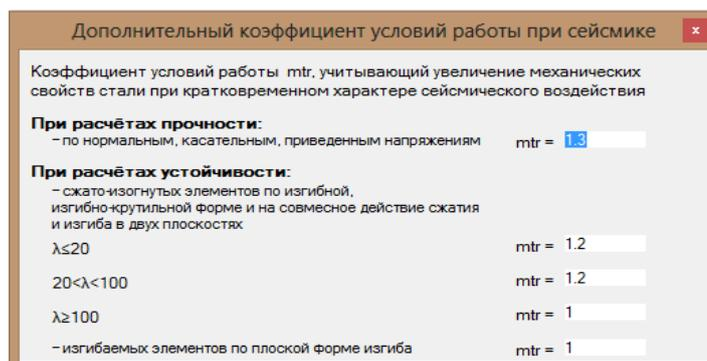

Рисунок 2.322 Дополнительный коэффициент условий работы при сейсмике
- **Доп. коэф. При сейсмике** (кнопка **Доп. коэф. при сейсмике** в редакторе параметров конструирования). После нажатия на кнопку выведется диалоговое окно (рисунок 2.322), в котором пользователю будет предоставлена возможность отредактировать коэффициент условий работы  $m_{tr}$ , учитывающий увеличение механических свойств стали при кратковременном характере сейсмического воздействия.